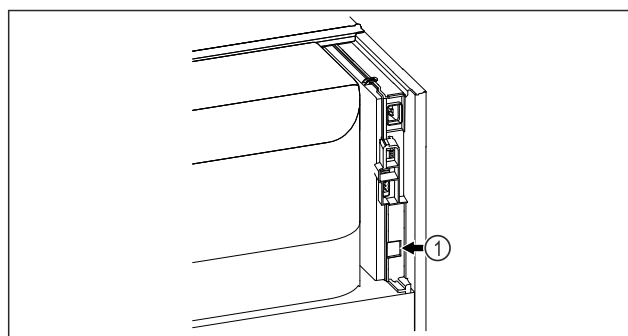

Fig. 48
- A SmartModule Fig. 48 (1) be van helyezve.